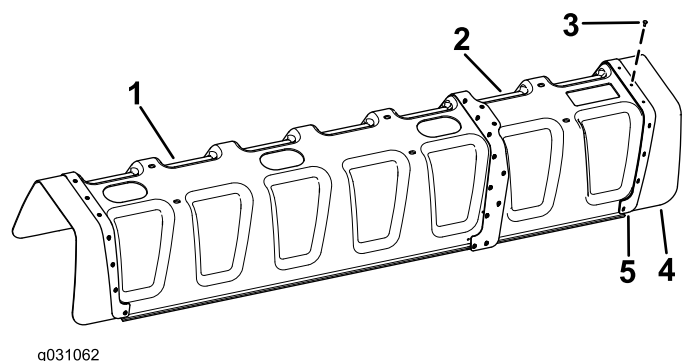

Bild 7
3. Befestigen Sie die Gummiabdeckung und die Verstärkungsplatte (von der Abdeckung mit 11 Düsen) mit 11 Blindnieten (3/16" x 1/2") und Scheiben (3/16") an der Abdeckung mit 12 Düsen (Bild 7).